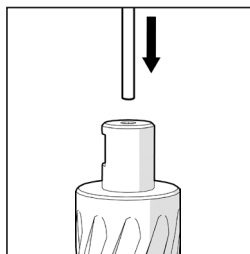

Fig. 6
- Inserte el pasador del piloto en el cortador asegurándose de que se desliza suavemente. **(Fig. 6)**